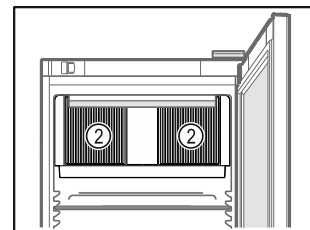

Fig. 63
- ❑ Не закрывайте вентиляционную щель Fig. 63 (2) вентилятора циркуляционного воздуха во внутренней камере.